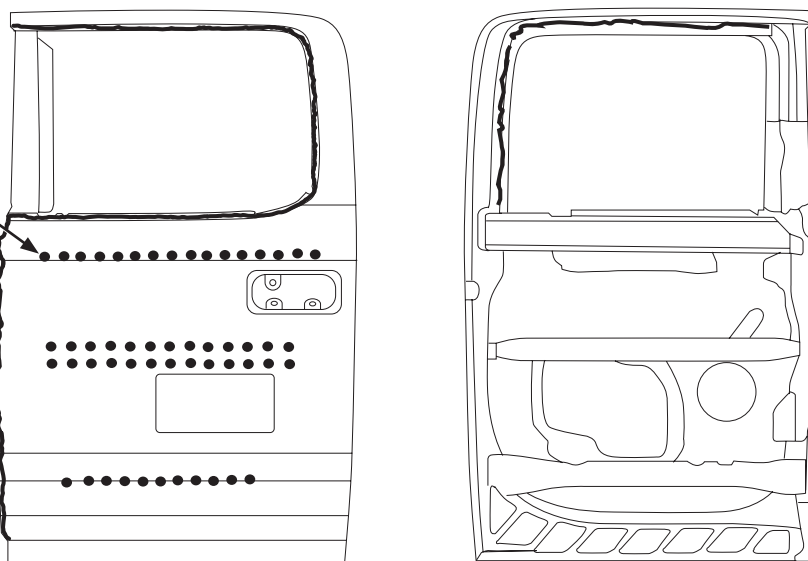

FIGURE 1
2. Si possible, remplacer les rivets auto-perceurs d'origine par des rivets auto-perceurs de rechange. À défaut, utiliser des rivets aveugles. (Voir figure 1).
15. Appliquer l'adhésif sur les rebords du panneau de rechange, entre le renfort de battement et le panneau de rechange et entre le renfort de ceinture de caisse et le panneau de rechange. (Voir figure 1).
NOTA : Les emplacements des rivets auto-perceurs et de l'adhésif illustrés ci-dessous sont basés sur les dessins de production originaux et ne doivent être utilisés qu'à titre de guide. (Voir figure 1)